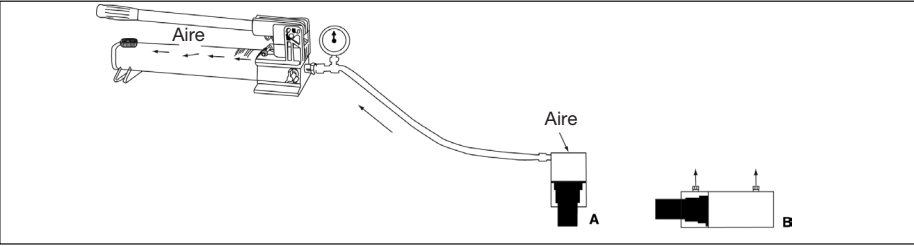

Figura 9
La purga del aire del sistema hidráulico permitirá que el cilindro se extienda y se retraiga suavemente. Vea la Figura 9.
6.1 Bomba con cilindro de simple efecto (A)
- Coloque el cilindro con el extremo del émbolo hacia abajo (arriba en caso de cilindro de tracción). Vea la Figura 9.
6.2 Bomba con cilindro de doble efecto (B)
- Ponga el cilindro en posición horizontal con las conexiones hacia arriba. Vea la Figura 9.